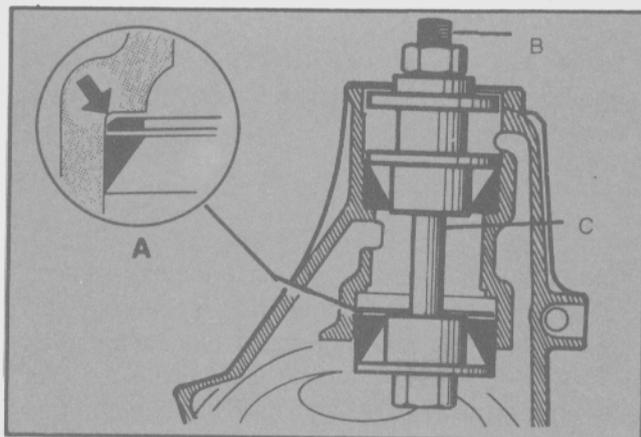

Fig. 31 - Instalación de las cubetas del cojinete interior con la herramienta especial
- Al instalar la pista de los cojinetes cónicos interior y exterior (simultáneamente o no) con la herramienta especial T60K-4616-BAS, Detalles 4, 5 y 7, colocar una nueva arandela estandar (2 mm de espesor) con el rebaje del borde exterior hacia la carcaza del diferencial, entre la pista del cojinete interior y el alojamiento (Fig. 31).